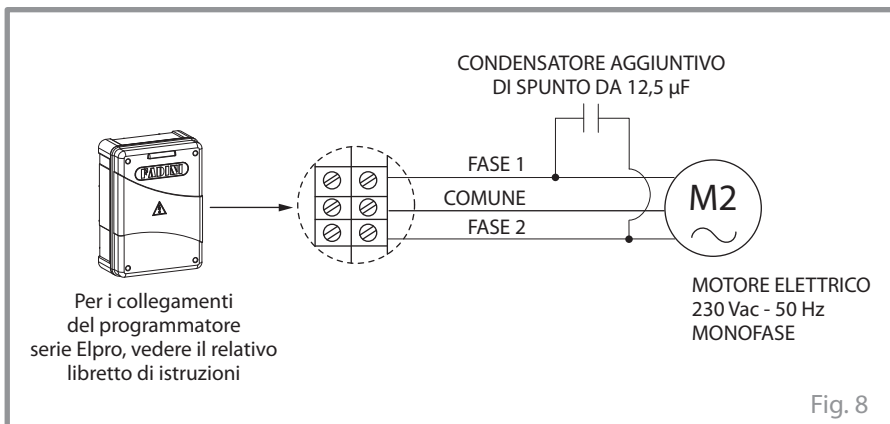

Fig. 8
Per invertire il senso di rotazione del motore elettrico bisogna invertire la fase 1 con la fase 2, mentre il comune rimane fisso al proprio morsetto (Fig. 8).
**NOTA:** nel caso non ci sia sufficiente spunto per scarsità di corrente elettrica, aggiungere un condensatore da 12,5 µF collegandolo in parallelo alle due fasi del motore elettrico (Fig. 8).